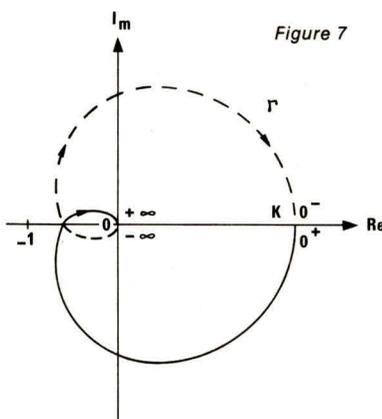

Figure 7
- la transformée du demi-axe 0^+ , $+\infty$ est le lieu de Nyquist de $T(j\omega)$ pour ω croissant de 0^+ à l'infini (figure 7).
● si $T(p)$ n'admet aucun pôle à l'origine, $T(0)$ est le gain K , et la transformée du cercle infiniment petit 0^- , 0^+ , est le point K de l'axe des réels. Le contour (Γ) devient alors celui de la figure 7.